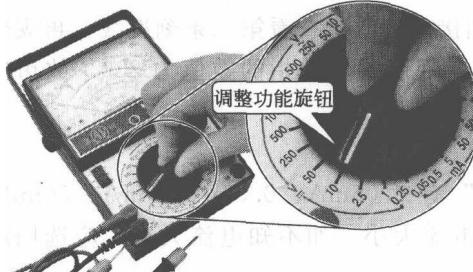

图 1-6 调整万用表功能旋钮
① 选择量程 将万用表的红黑表笔连接到万用表的表笔插孔中，并将功能旋钮调整至直流电压挡，如图 1-6 所示。由于电路中电源电压只有 3V，所以选用 10V 挡。若不清楚电压大小，应先用最高电压挡测量，逐渐换用低电压挡。